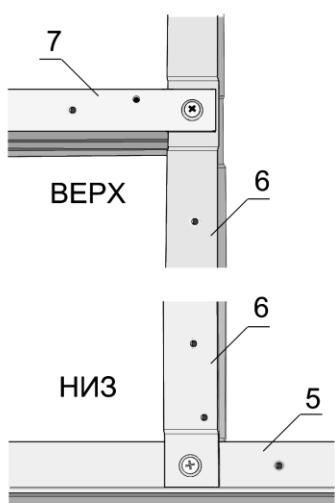
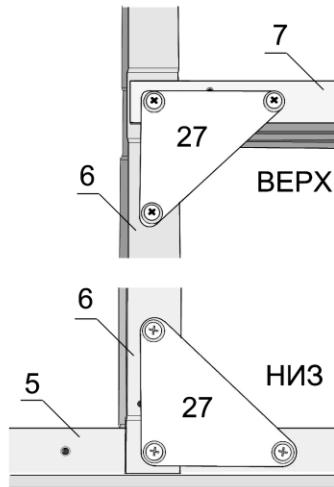

Рис. 5
Рис. 6
- 3.2.2. Крепление саморезов и сборку дверного проема начните с наружной стороны теплицы (рис. 5), так как с внутренней стороны, в местах соединения, необходимо закрепить косынки № 27 для фиксации двери (рис. 6). На деталях нижней обвязки №4 и №5 с наружной стороны имеются отверстия Ø 3мм для крепления ПК.
- 3.2.3. В верхней части стойки дверного проёма №6 соедините перемычкой дверного проёма №7, а внизу присоедините к обвязке торца №4 и №5 (рис. 5).
3.2.4. Поверните дверной проём внутренней стороной теплицы к верху и произведите крепление стоек дверного проёма №6 и перемычки №7 вместе с косынками №27 (рис. 6). *При креплении косынок контролируйте длины диагоналей с целью сохранения прямоугольности проёма.*